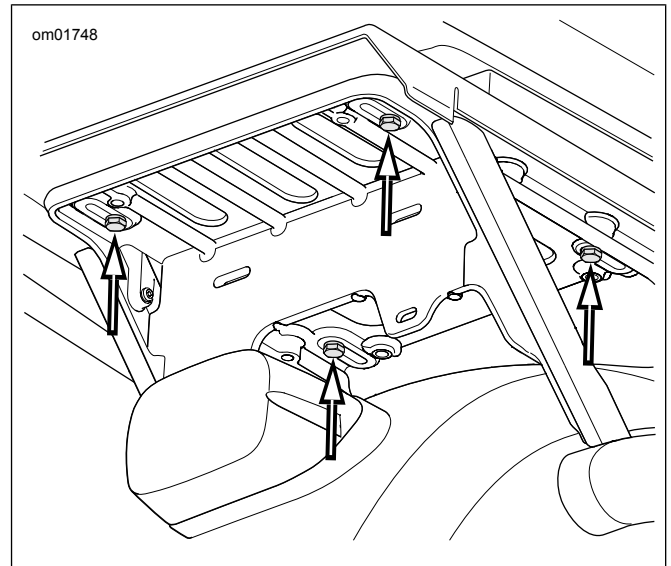

Figura 4. Tornillos de la pieza de soporte del Tour-Pak (modelos para APC/China)
- c. **Modelos APC:** Vea Figura 4 . Extraiga los cuatro tornillos, las arandelas planas y la placa adaptadora de la rejilla del soporte. Deslice hacia adelante para liberar los ganchos en L.